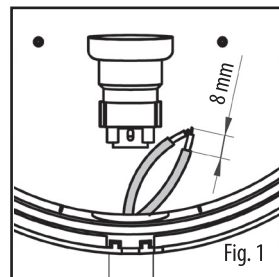

Fig. 1
- Fixez la douille sur le point d'ancrage de la base avec la vis fournie (fig. 1).
- Enflez la gaine en silicone dans les conducteurs (fig. 1).
- Dénez les conducteurs sur 8 mm environ entortillez les fils en cuivre. Branchez les conducteurs de phase (L) et neutre (N) sur la douille (fig. 1).
- Przymocować oprawkę żarówki w punkcie zaczepowym podstawy przy pomocy dostarczonego wkrętu (rys. 1).
- Zainstalować silikonową osłonę kablową przewodów (rys. 1).
- Usunąć ok. 8 mm osłony przewodów i skrócić miedzianą spłotkę. Podłączyć przewody fazowe (L) i neutralne (N) do oprawki żarówki (rys. 1).
- Fissare il portalampada nel punto di ancoraggio della base con la vite in dotazione (fig. 1).
- Inserire la guaina silconica nei conduttori (fig. 1).
- Spelare i conduttori di circa 8mm, attorcigliare i trefoli di rame. Collegare i conduttori di fase (L) e neutro (N) sul portalampada (fig. 1).
- Fix the lamp holder at the fixing point on the base, using the screw supplied (fig. 1).
- Insert the silicone sheath over the conductors (fig. 1).
- Strip about 8 mm of the conductor and twist the copper trefoils. Connect the phase (L) and neutral (N) conductors to the lamp holder (fig. 1).
- Fixe o porta lâmpada ao ponto de ataque da base com o parafuso fornecido (fig. 1).
- Insira o revestimento de silicone nos condutores eléctricos (fig. 1).
- Remova o revestimento dos condutores de cerca de 8 mm, torça os fios de cobre. Conecta os condutores de fase (L) e neutro (N) no porta lâmpada (fig. 1).
- Die Lampenfassung anhand der mitgelieferten Schraube am Verankerungspunkt der Basis befestigen (Abb. 1).
- Die Leitungen in die Silikonummantelung einfügen (Abb. 1).
- Die Adern um ca. 8 mm blank machen und die Kupferlitzen verdrillen. Die Phasenleiter (L) und die Nichtleiter (N) an die Lampenfassung anschließen (Abb. 1).
- Fijar el portalámpara en el punto de fijación de la base con el tornillo en dotación (fig. 1).
- Introducir la funda de silicona en los conductores (fig. 1).
- Pelar los conductores 8 mm aproximadamente, retorcer los hilos de cobre. Conectar los conductores de fase (L) y neutro (N) en el portalámparas (fig. 1).
- Dénudez les conducteurs sur 8 mm environ entortillez les fils en cuivre. Branchez les conducteurs de phase (L) et neutre (N) sur la douille (fig. 1).
- Usunąć ok. 8 mm osłony przewodów i skręcić miedzianą spłotkę. Podłączyć przewody fazowe (L) i neutralne (N) do oprawki żarówki (rys. 1).